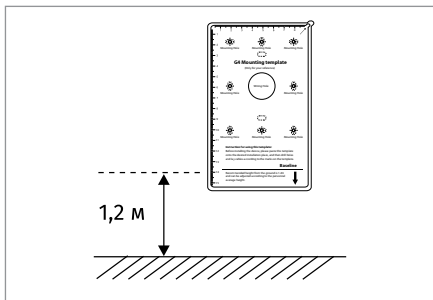

Рисунок 16. Рекомендованная высота установки контроллера «С2000-BIOAccess-SF10T»
2. Установку контроллера рекомендуется делать на высоте 1.2 м до базовой линии шаблона разметки, как показано на Рисунок 16.